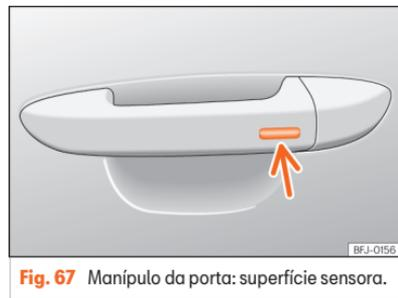

Fig. 67 Manípulo da porta: superfície sensora.
- **OU:** através do sistema Keyless Access (apenas fecho): Mantenha um dedo durante alguns segundos sobre a superfície sensora de bloqueio »» **Fig. 67** (seta) do manípulo da porta para fechar as janelas e o teto. Se deixar de tocar na superfície sensora, interrompe a função de fecho.
Mantenha um dedo durante alguns segundos sobre a superfície sensora de bloqueio >>> Fig. 67 (seta) do manípulo da porta para fechar o teto. Se deixar de tocar na superfície sensora, interrompe a função de fecho.